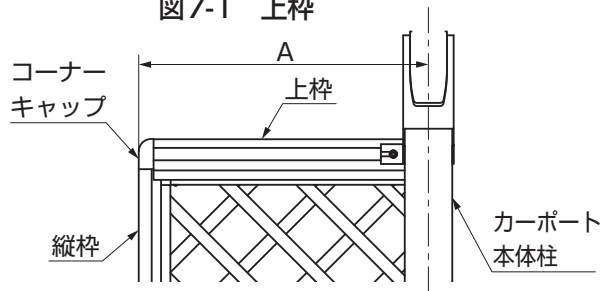

図7-3
- ④左右の位置出しをした後、仮止めしていたボルトを固定してください。(図7-3、表7-1参照)